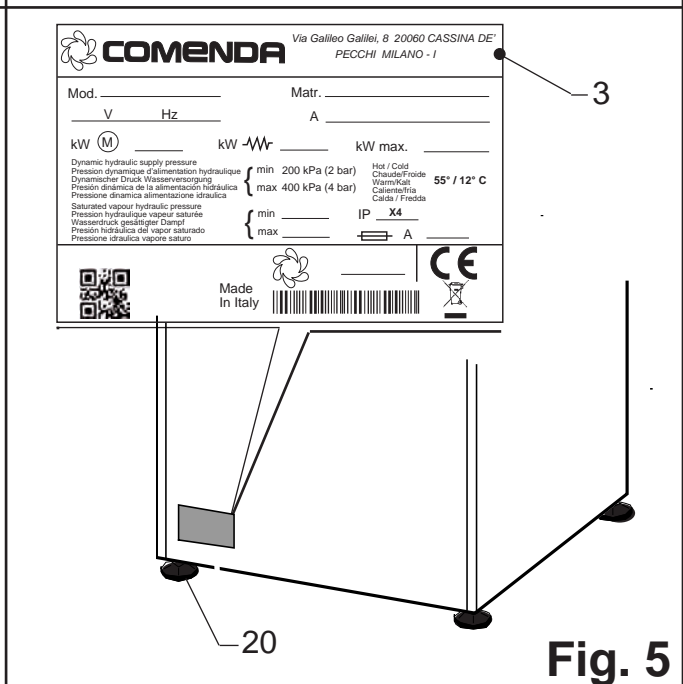

Fig. 5
**3.1.c ELEKTRISK TILKOBLING (Fig. 5)** **FARE**
- Før du setter opp den elektriske tilkoblin- gen, påse at dataene på strømlinjen sam- svarer med de som angis på typeskiltet (pos. 3 Fig. 5) og at hovedstrømbryteren plassert oppstrøms for maskinen er fra- koblet (posisjon O/OFF).
- Koble strømkabelen (9) til hovedbryteren plassert oppstrøms for maskinen.
- Koble den ekvipotensielle jordingsele- ktrøden til klemmen (7).